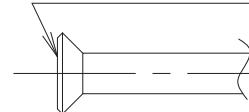

Fig. 20
- Al realizar una conexión abocardada, recubra la superficie interior sólo con aceite de éter o éster de aceite. (**Refiérase a la Fig. 20**)